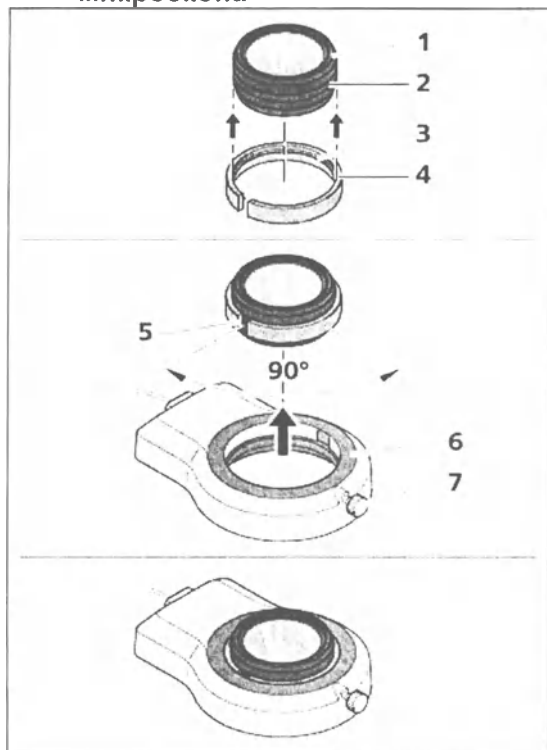

Рис. 14. Установка кольцевого осветителя на фронтальную линзу 3
- Установите переходник с прорезью (рис. 14/4), поставляемый вместе с прибором (наружный диаметр 66 мм, внутренний диаметр 58 мм), на фронтальную линзу (рис. 14/1) снизу. Установочное кольцо (рис. 14/3) внутри переходника необходимо зафиксировать на наружной канавке (рис. 14/2) линзы.
- Установите кольцевой осветитель (рис. 14/6) на переходник и закрепите его при помощи зажимного винта (рис. 14/7).
Наилучшая фиксация достигается, когда прорезь (рис. 14/5) переходника и зажимной винт (рис. 14/7) осветителя поворачиваются в горизонтальной плоскости относительно друг друга на 90°.